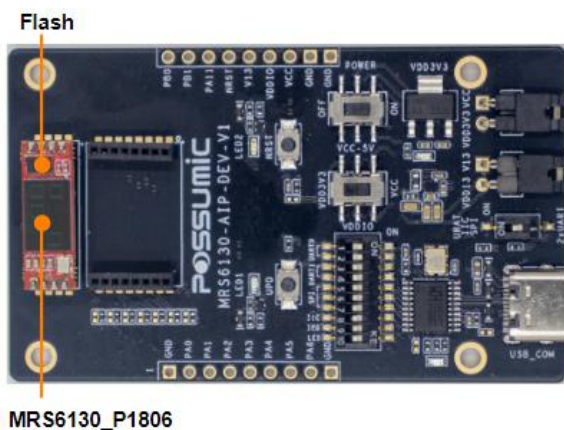

图 2-2 MRS6130-P1806 模组与开发板硬件连接实物图
- (1) 在断电情况下，将模组子板插入底板插槽。注意：
- MRS6130_P1806 注意插入方向（如下图 2-2）。
- (2) 用跳线帽将“VCC Supply”和“V13 Supply”接上，1 位拨码开关“Mode Select”拨向 OFF 端，“UART0/UART1/SPI/IIC Select”拨码开关的 1~3 号开关拨到 ON 端，电源开关“VDDIO Supply”选择“VDD3V3”端，“5V Supply”拨到 ON 端。
- (3) 用 USB 给“USB COM”供电，电源 LED（橙色）点亮。